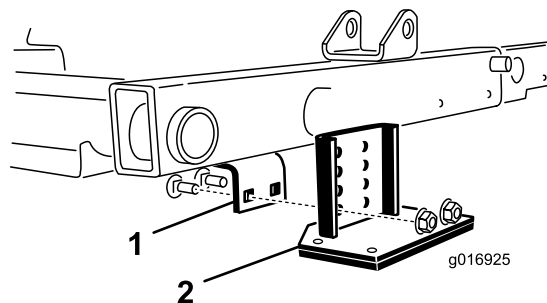

Figure 8
2. Trouvez le support de châssis au-dessus du plateau de coupe central (Figure 8).
3. Appuyez sur le rouleau avant du plateau de coupe central et déterminez quels trous du support de relevage de rouleau doivent s'aligner sur les trous du support de châssis pour créer le même contact du rouleau quand le support de relevage est monté (Figure 8).